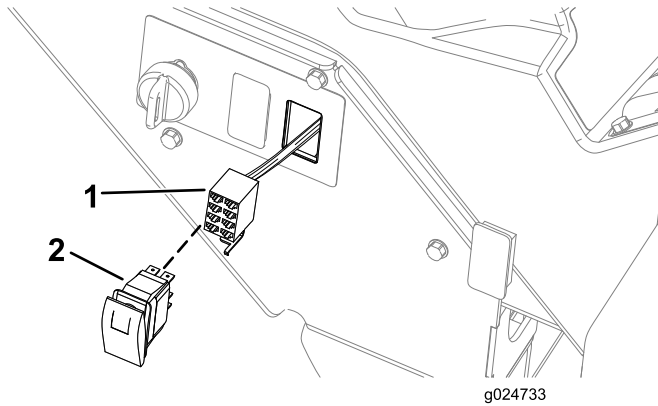

Figure 44
3. Branchez le connecteur à 8 douilles du faisceau au connecteur à 8 lames de l'interrupteur des feux de détresse (Figure 44).